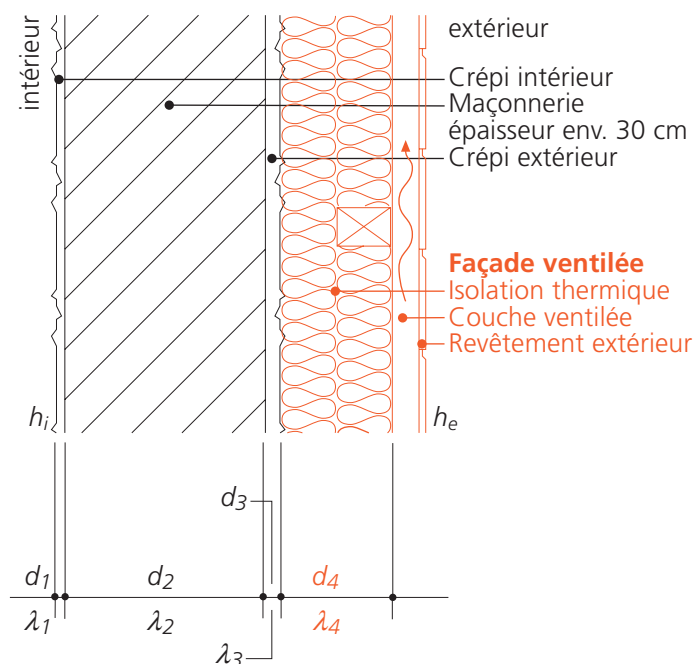

Fig. 8
- **Pour les façades ventilées (fig. 8) et les toitures ventilées**, on peut ignorer la résistance thermique de la couche d'air ventilée et de toutes les autres couches jusqu'à l'extérieur. Dans ce cas, le coefficient de transfert surfacique extérieur h_e sera compté avec la même valeur que le coefficient de transfert surfacique intérieur h_i de l'élément.